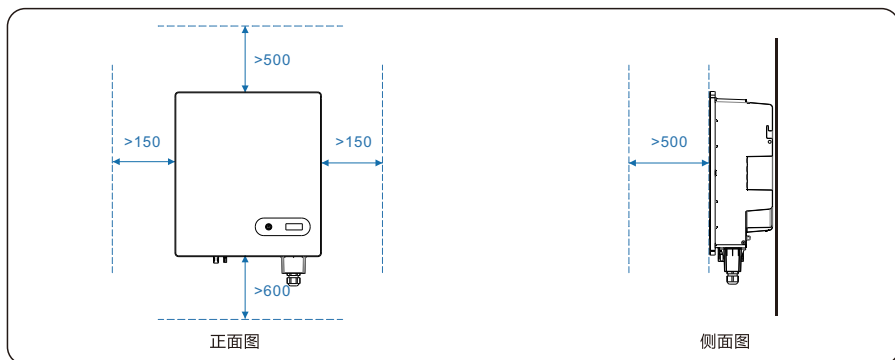

图4.4 本系列产品安装周围空间要求 (单位: mm)
- 请确保逆变器周围空间满足安装、维护及散热要求，如图4.4所示。